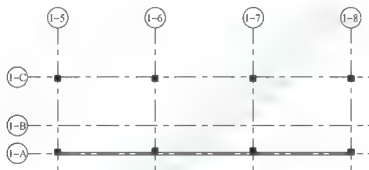

图 2.28 放置结构梁
在结构平面“1F”视图下，单击③轴与③轴交点处（系统会自动捕捉交点），沿③轴绘制到与③轴交点处再次单击，则 KL3 放置完毕（图 2.28）。若结构梁没有和 CAD 底图对齐，则利用“对齐”命令进行调整，视图样式为“着色”状态。